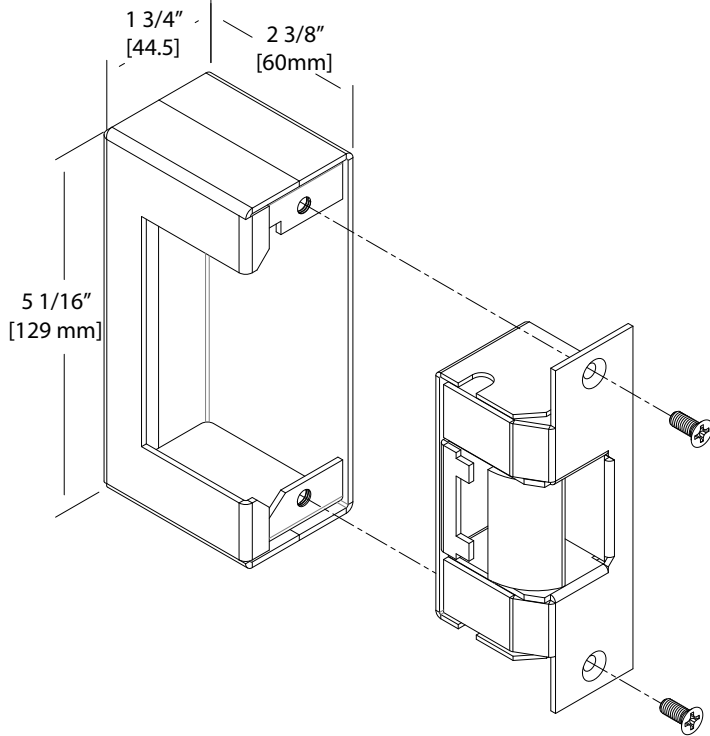

Figure 4.2
11. Fixez la gâche à l'intérieur de la boîte à l'aide des vis à métaux fournies #12 - 24 x 1/2" (voir figure 4.2).